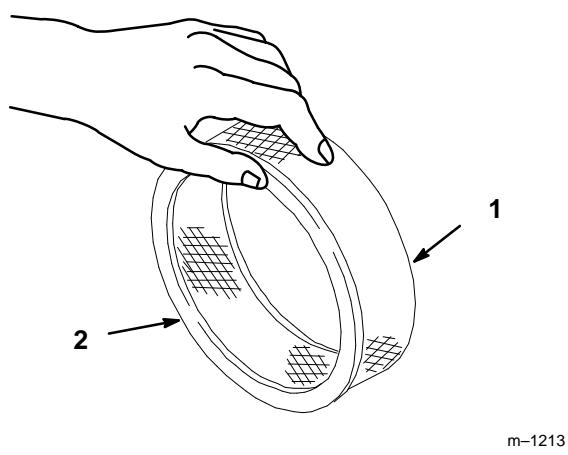

Figure 22
- A. Tapoter doucement l'élément sur une surface plane pour faire tomber la poussière et la saleté (Fig. 22).